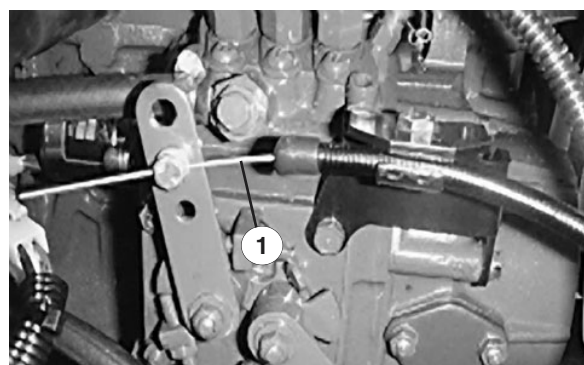

Figure 30
1. Réglez le câble d'accélérateur (Fig. 30) de sorte que le levier du régulateur sur le moteur touche les vis de réglage de ralenti et de régime maximum avant que la manette d'accélérateur touche la fente dans le tableau de bord.